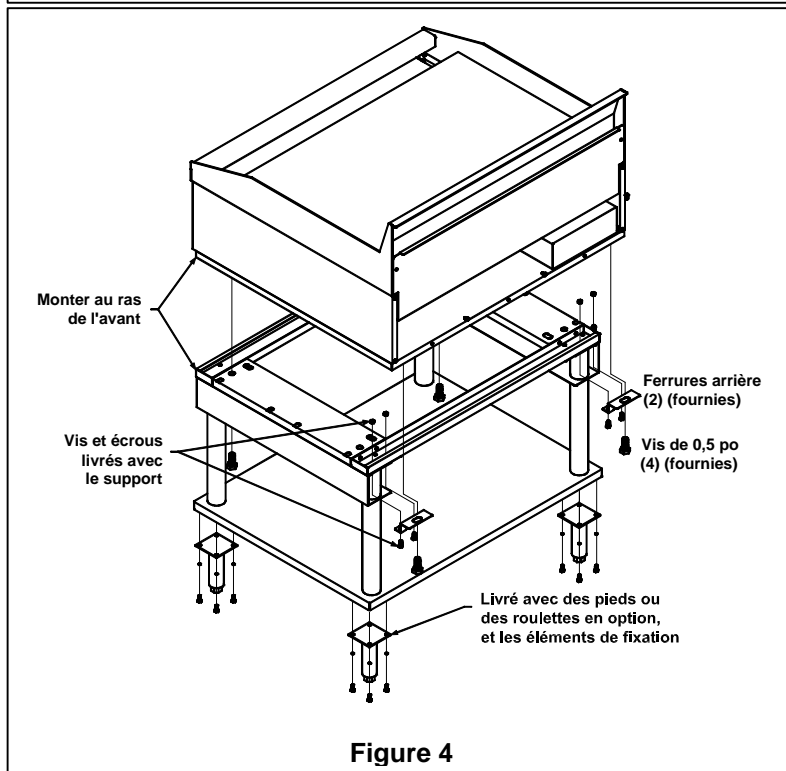

Figure 4
(Voir la figure 4.) Pour monter le grilloir sur son support, identifier le jeu de pièces de fixation livré avec le support. Le jeu de pièces de fixation
1. Retirer les (4) boulons de 1/4-20 avec leurs écrous des coins arrière du support.
2. Aligner les deux trous taraudés des coins arrière du support avec les 2 trous taraudés des ferrures arrière. Orienter les ferrures comme indiqué par la figure 4 sur cette page.
3. Fixer les (2) ferrures arrière fournies aux coins arrière avec les boulons de 1/4-20 retirés au paragraphe 1, en les bloquant solidement.